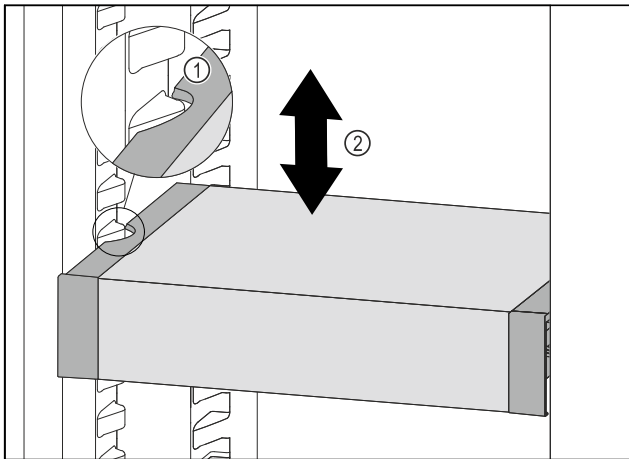

Fig. 119
- ▶ VarioSafe nach vorne ziehen, bis sich die seitlichen Aussparungen des VarioSafes auf Höhe der Behälterrippe im Kühlteil befinden. Fig. 119 (1)
- ▶ VarioSafe im Kühlteil nach oben oder unten bewegen, bis gewünschte Höhe erreicht ist. Fig. 119 (2)